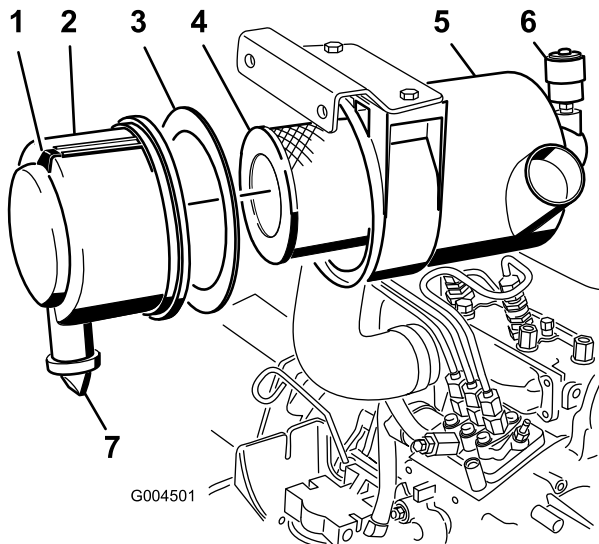

図 41
2. エアクリーナの整備はインジケータ(図 41)が赤色になっていたら、または 400 運転時間ごと(非常にホコリのひどい場所で使っている場合にはよりひんぱんに)行ってください。エアフィルタの整備のしすぎはかえってよくありません。
1. ラッチを外側に引いて、カバーを左にひねる(図 41)。
2. エアクリーナのボディーからカバーを外す(図 41)。
4. 1次フィルタ(図 41)を取り外して交換する。
6. カバーの内側に発泡樹脂製のガスケットが正しく(破損せずに)ついていることを確認する(図 41)。
- A. カバーからゴム製の出口バルブを取り外す(図 41)。
10. インジケータ(図 41)が赤になっている場合はリセットする。